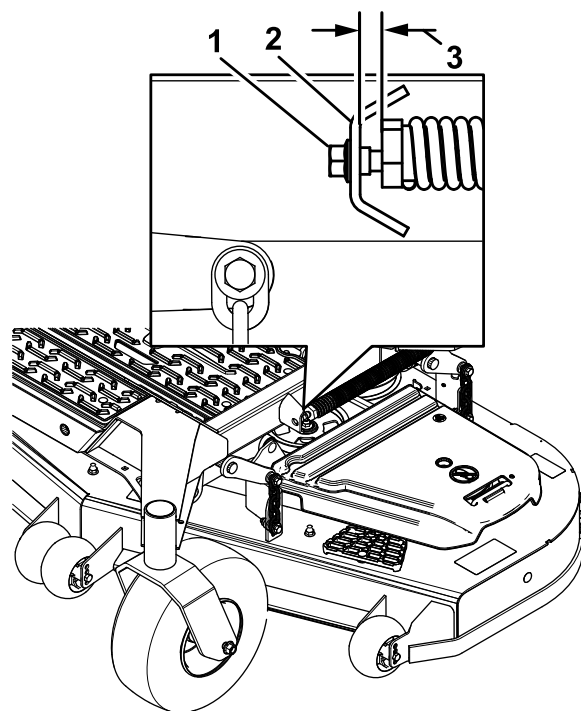

**Figura 80**
7. Controllate il livello della lama in direzione longitudinale (Figura 80). Accertate che la punta della lama anteriore sia più bassa della punta della lama posteriore mostrata nella tabella dell'angolo di spoglia e dell'altezza del blocco. Per eventuali regolazioni, continuate la procedura.